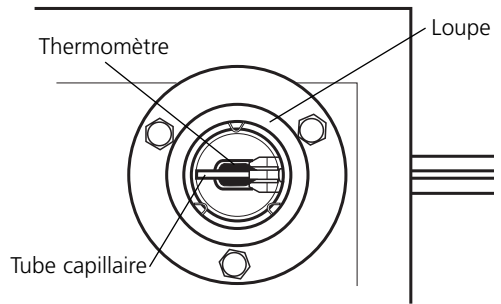

Fig 5
4. Observer à travers la loupe et positionner le tube pour que l'échantillon puisse être clairement observé (voir Fig. 5).